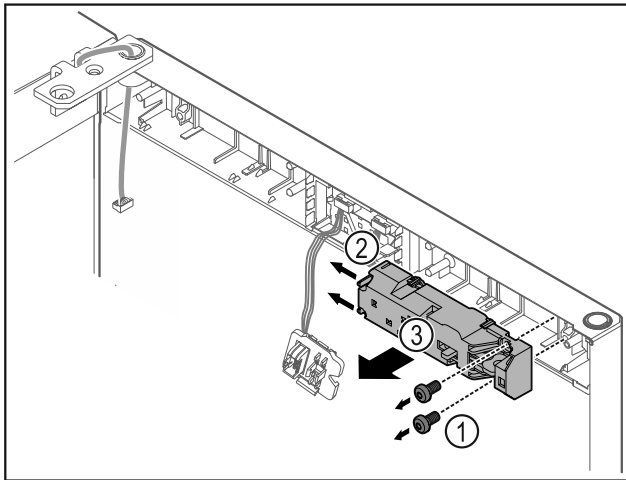

Fig. 17
- ▶ Отстранете винтовете Fig. 17 (1).
- ▶ Натиснете фиксиращия палец Fig. 17 (2) настрани и свалете дистанционната ключалка Fig. 17 (3).